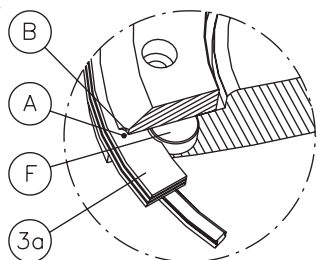

ABB. 6
11. Den Dichtring (3a) von der Wellenseite des Gehäuses in die Scheibe einsetzen. Zur korrekten Montage des Dichtring gemäß Abb. 6 vorgehen: Die innen liegende Kerbe im Dichtring (3a) zum Referenzstift (F) ausrichten.
12. Den Dichtringhalterflansch (2b) montieren. Gemäß Abb. 6 vorgehen: Sicherzustellen, dass sich die Kerbe im Außenrand des Dichtringhalterflanschs (B) in Übereinstimmung mit dem Referenzstift (F) befindet.
17. Die Klappenscheibe einige Grad in Öffnungsrichtung drehen und alle Schrauben (2c) mit einem Drehmomentschlüssel anziehen. Ein Anzugmoment gemäß Tabelle 2 (siehe Abb. 6) verwenden. Es wird empfohlen, die Dichtring-Halterflanschschrauben über Kreuz festzudrehen.
Siehe Abb. 6: